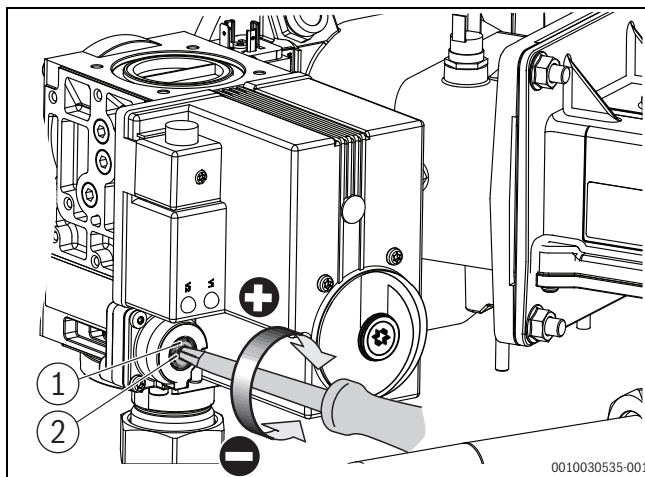

Bild 4 CO₂-Gehalt bei Teillast einstellen (Kesselgröße 150 – 300 kW)
- ▶ Verschlusschraube an der Gasarmatur herausdrehen (→Bild 4).
- ▶ CO₂-Wert an der Teillast-Einstellschraube auf 10,2 % einstellen (→Bild 4).